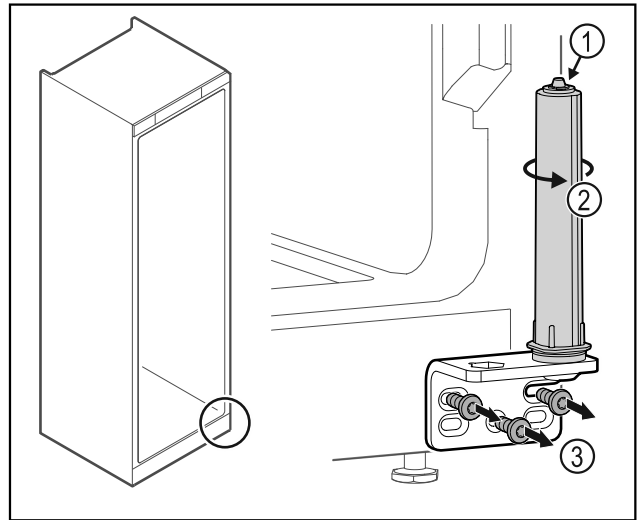

Fig. 34
- ▶ Ne szedje szét az ajtó zárrendszert Fig. 34 (1).
- ▶ Forgassa el a zárrendszert Fig. 34 (2), amíg az be nem kattann.
- ▶ Csavarozza le a csuklópántot Fig. 34 (3).